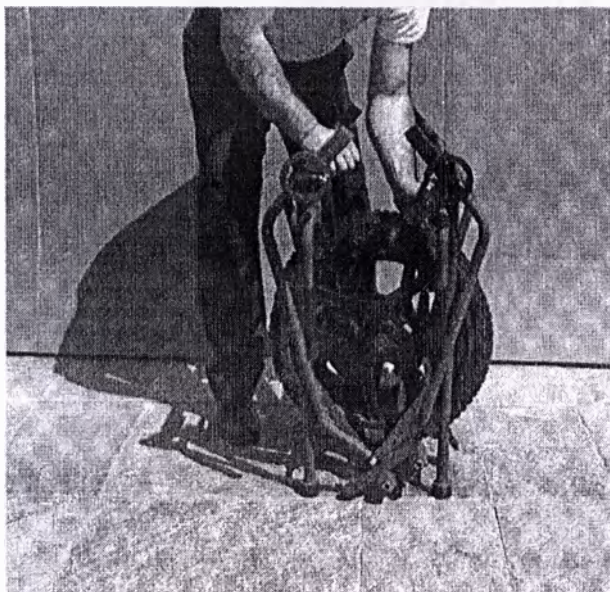

Рисунок 34
3.5.8 Убедитесь, что колеса уложены правильно и устойчиво. После этого закрепите тележку-каталку ремнем (рисунок 34).